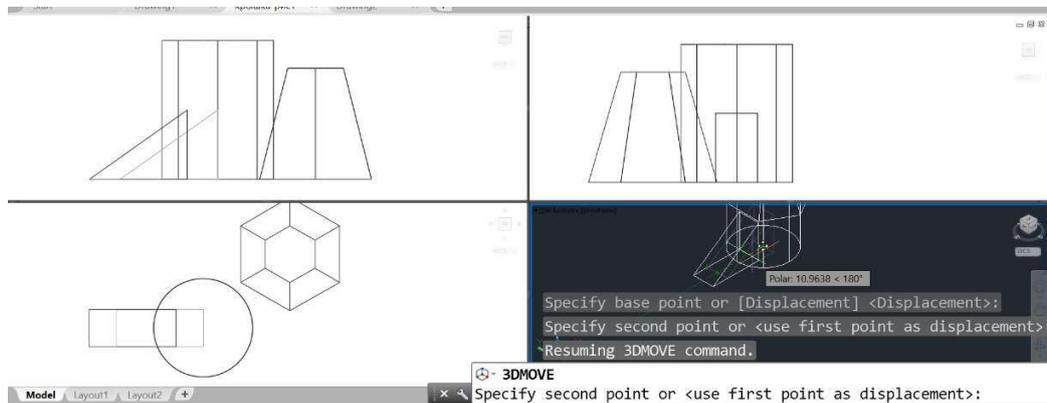

Рис.5.15
- Будемо клин в початку координат. При побудові клину треба враховувати напрямок осі  $Y$ . Потім, за допомогою `3D MOVE (GIZMO)`, переміщуємо, вказуючи напрямок по осі  $X$  і відстань `25`, напрямок по осі  $Y$  - відстань `12`, напрямок по осі  $Z$  - відстань `10` (рис.5.15).